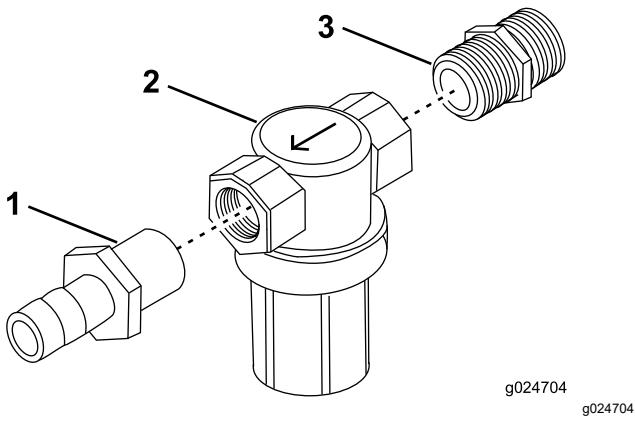

Figura 21
1. Montate il raccordo (NPT 1/2 poll. x 1/2 poll.) all'ingresso del gruppo del filtro di pressione e il raccordo diritto dentellato (NPT 1/2 poll. x 1/2 poll.) all'uscita (Figura 21).